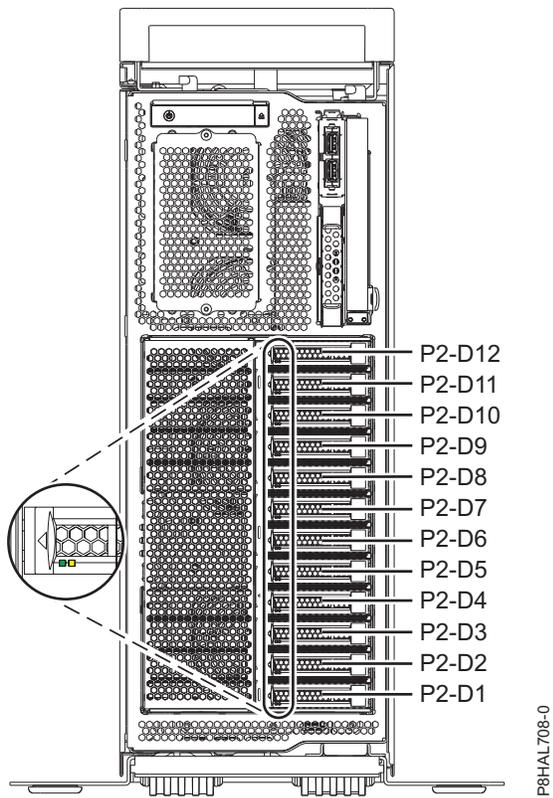

Abbildung 55. Positionen der Plattenlaufwerke oder Solid-State-Laufwerke und Serviceindikatoren in einem Standalone-System vom Typ 8286-41A mit Basisfunktionen
- In Abb. 55 auf Seite 63 und Abb. 56 auf Seite 64 werden die Positionen der Plattenlaufwerke, Solid-State-Laufwerke und Serviceindikatoren für ein Standalone-System vom Typ 8286-41A angezeigt.